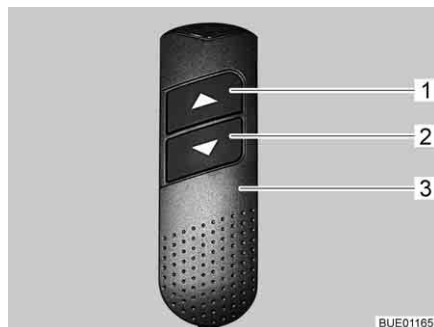

Fig. 132 Commande manuelle
**Rentrer :** ■ Sur la commande manuelle (Fig. 132,3), appuyer sur la touche "▼" (Fig. 132,2) et la maintenir pressée. Le pied rentre. Les têtes se relèvent.
**Sortir :** ■ Sur la commande manuelle (Fig. 132,3), appuyer sur la touche "▲" (Fig. 132,1) et la maintenir pressée. Le pied sort. Les têtes s'abaissent.
**Régler les têtes :** ■ Sur la commande manuelle (Fig. 132,3), appuyer sur la touche "▼" (Fig. 132,2) ou sur la touche "▲" (Fig. 132,1) jusqu'à ce que la position désirée soit atteinte.